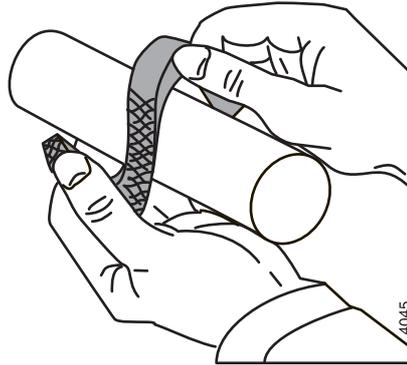

Abbildung 23: Aufbiegen Dichtungsringe Stopbuchspackung.
- 1 Die 5 Dichtungsringe werden angebracht. Die Dichtungen werden abwechselnd in die Öffnungen gelegt. Die Dichtungsringe dürfen nur axial aufgebogen werden, siehe Abbildung 23.